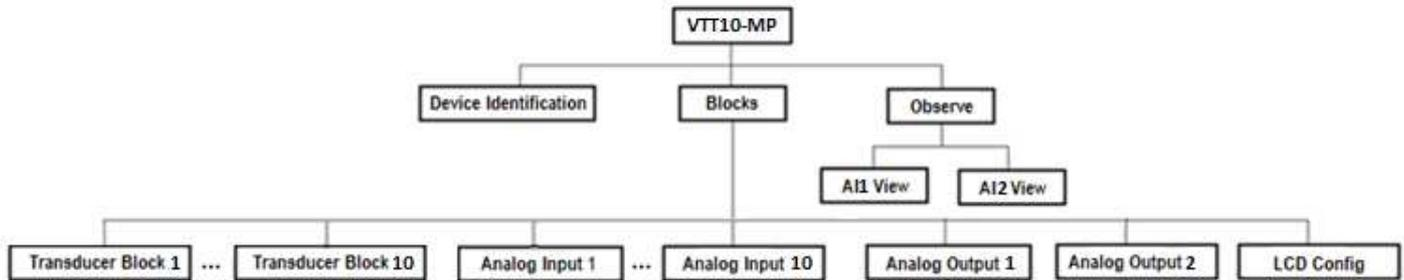

Figura 3.6 – Árvore de programação do VMI10-P.
A árvore de programação é uma estrutura em forma de árvore com um menu de todos os recursos de software disponíveis, como mostrado na Figura 3.6.
A figura a seguir mostra uma tela do DTM do VMI10-P utilizando a interface VCI10-UP da Vivace com o PACTware®. Note que o diretório com os menus disponíveis para o DTM (*OnLine Parameterize*) segue o formato da árvore de configuração exibida no item 3.6 (figura 3.6).